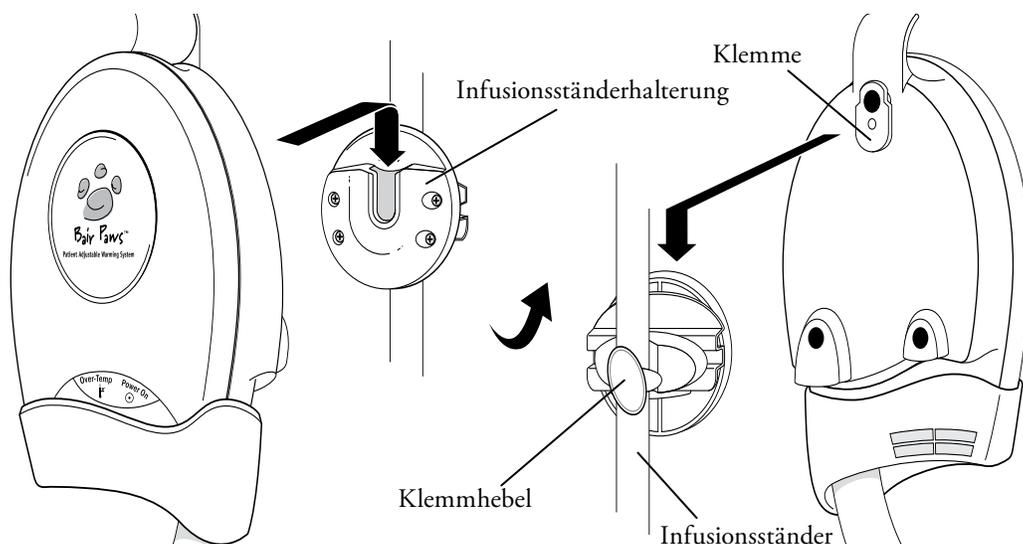

Abb. 3 Montage des Erwärmungsgeräts an einen Infusionsständer.
2. Drehen Sie den Klemmhebel der Infusionsständerhalterung im Uhrzeigersinn, um die Klemme am Ständer zu fixieren (siehe Abb. 3).